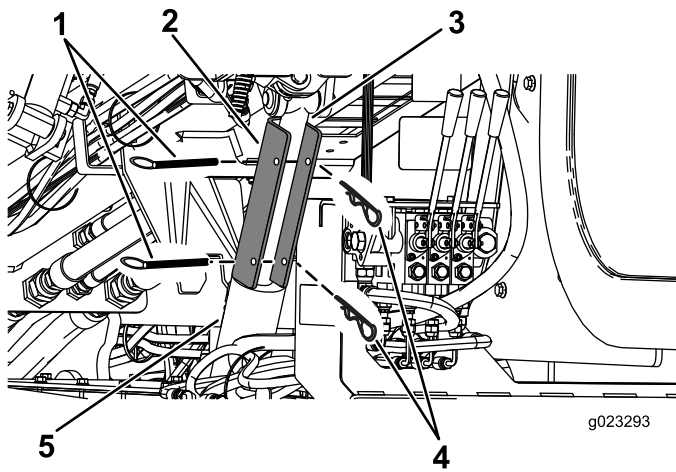

Figura 62
4. Posicione a trava do cilindro sobre a haste do cilindro (Figura 62).
5. Prenda a trava do cilindro com a cavilha e o contrapino (Figura 62).
4. Retire o contrapino e o pino de fixação da trava do cilindro (Figura 62).